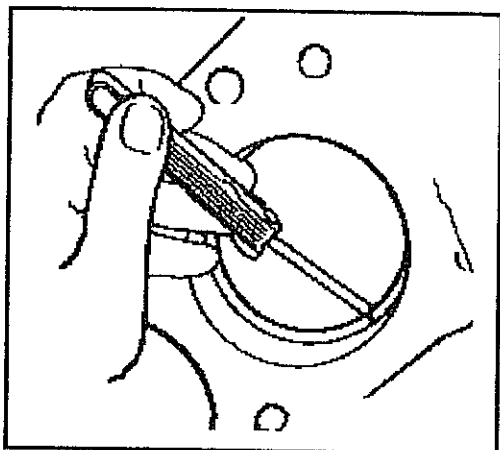

Abb. 2-23 Messen des Kolbenringstoßes.
- Kolbenringstoßspiel messen. Hierzu eine Fühlerlehre verwenden. Siehe Abb. 2-23